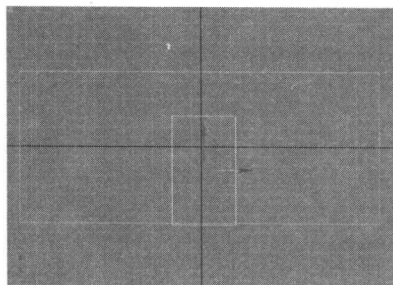

图 1-7 创建用来进行门洞布尔的长方体
Step 6 现在准备在左墙壁和右墙壁上分别挖出门洞和窗洞，这里运用创建长方体并与墙壁进行布尔差集运算来实现。右键激活前视图，单击【创建】面板中的按钮，选择 **长方体** 工具，在前视图中创建一个长方体，并在【参数】卷展栏中设置其长度为 115、宽度为 65、高度为 40，如图 1-7 所示。